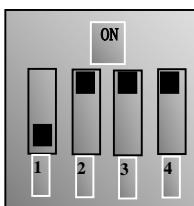

图 5-11
(6) 对于 E2300 系列 37kW 及以上功率变频器控制端子排附近有一个四位红色拨码开关 SW1，如图 5-11 所示。拨码开关选择模拟量输入端子 AI1、AI2 输入范围 (0~5V/0~10V/0~20mA)；通过 F203 选择输入通道，通过 F438、F439 设置输入信号类型为电压信号还是电流信号。出厂时拨码开关的位置如图 5-11，即 AI1 为 0~10V 输入，AI2 为 0~20mA 输入；其它拨码开关的位置与调速方式详见下表 5-3。